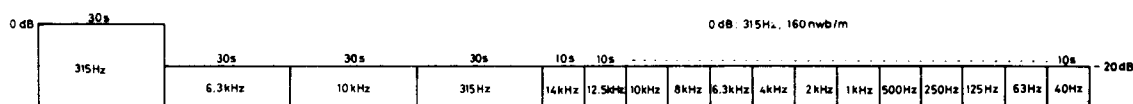

Fig. 10-4 Signaux préenregistrés sur la bande d'étalonnage STD-331B
- STD-331B : Réglage de lecture (Fig. 10-4)